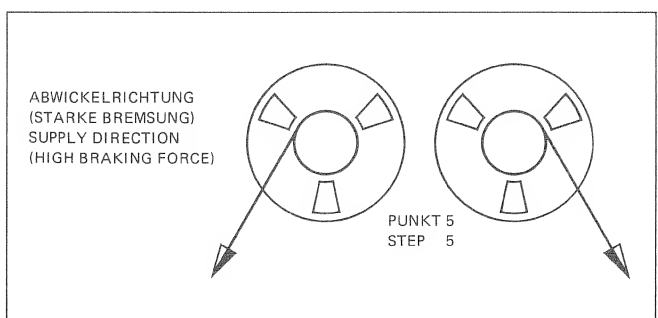

Fig.3.5
5. Bremszug- Einstellung in Abwickel- Richtung (starke Bremsung): -> Fig.3.5